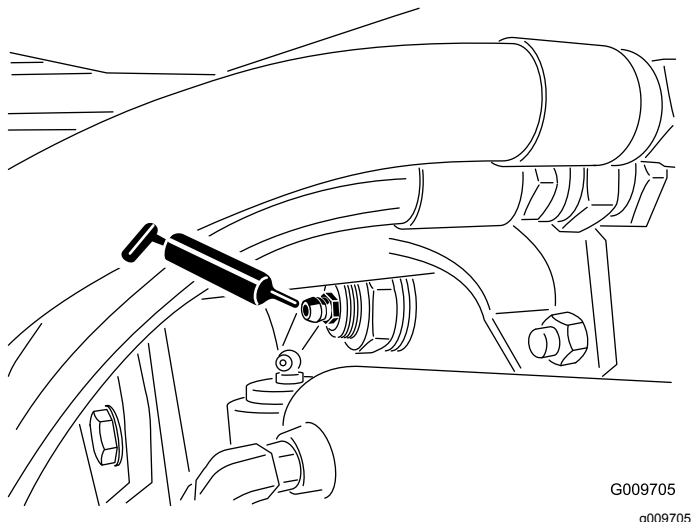

Figura 42
- Casquillos del pivote del eje trasero (2) (Figura 42)